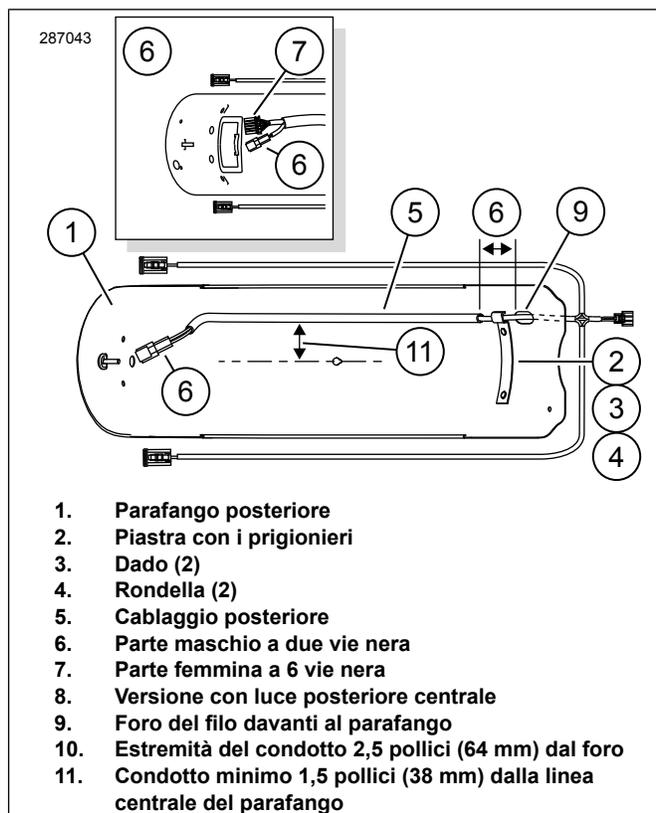

Figura 2. Installare il cablaggio del parafango posteriore
1. Vedere la figura 2. Pulire la parte inferiore del parafango (1) lungo il percorso di montaggio del cablaggio come mostrato con una miscela di alcol isopropilico al 50% e acqua distillata al 50%. Far asciugare completamente. Non utilizzare solventi o sostanze chimiche aggressive che danneggiano le superfici verniciate.